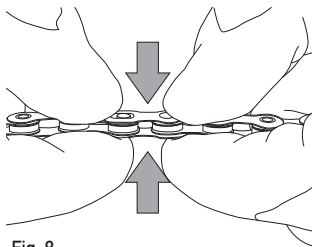

Fig. 9
- Premete la C-Link™ per assicurarvi che i perni siano completamente inseriti (Fig. 9).